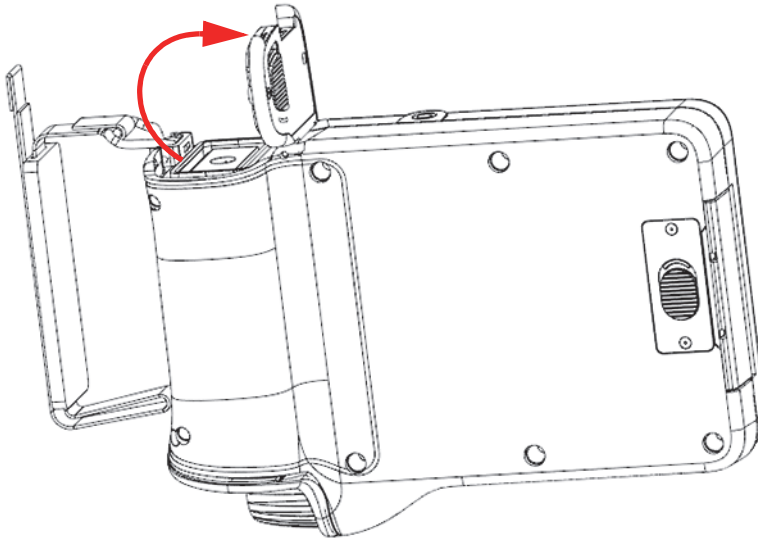

Abbildung 4-2 Akkufach – geöffneter Deckel
3. Öffnen Sie den Deckel vollständig (siehe Abbildung 4-2 auf Seite 46).